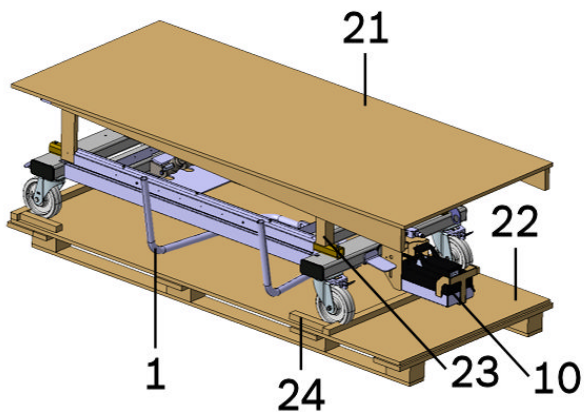

Bild 8: Scherenhubtisch auf der Palette
1. Die Holzleisten (24) vor den Lenkrollen (6) entfernen (siehe Bild 8).
2. Das Bremspedal (12) hochdrücken, um die Bremsen zu lösen.
3. Den Bügel (1) festhalten. Den Scherenhubtisch mit einer Hilfsperson langsam die Rampe (21) herunterrollen.
- Die Holzpflocke (23) von dem Scherenhubtisch entfernen (siehe Bild 8).